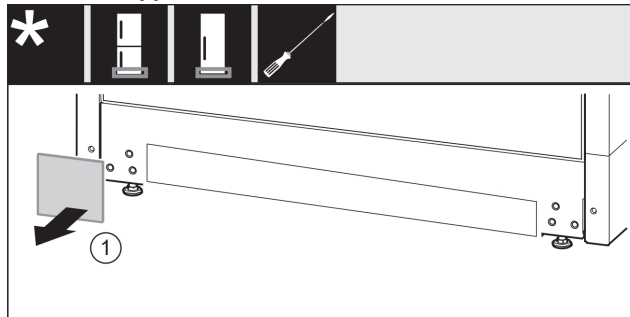

Fig. 13
- Retirer le cache Fig. 13 (1).